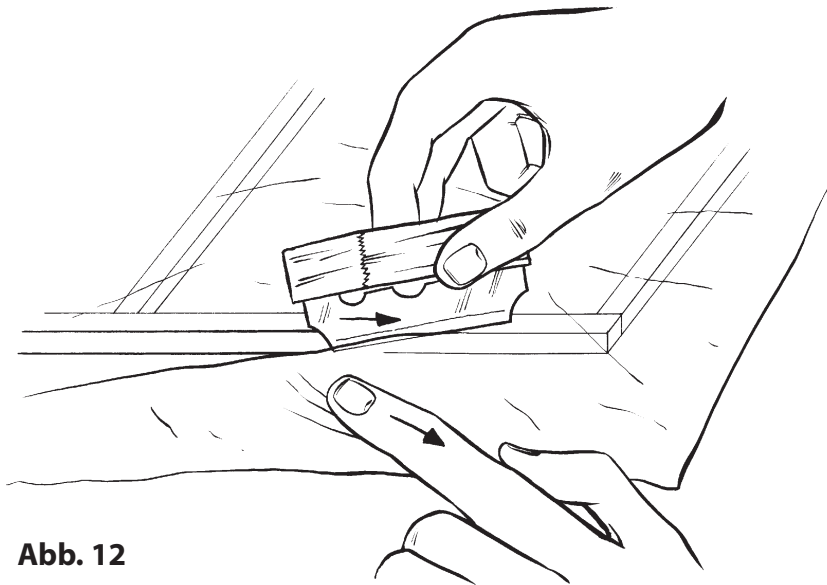

Abb. 12
7.2.5 Wenn der Klebstoff trocken ist, kann das überstehende Bespannpapier mit einer Rasierklinge abgeschnitten werden. Damit die Klinge besser schneidet, sollte das Bespannpapier mit der anderen Hand leicht gespannt werden. (Abb. 12)